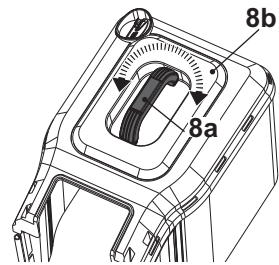

Fig. 6
2. A pega de transporte (8a) já está pré-montada na cobertura superior (8b) e a sua posição é rotativa para se adaptar ao uso pretendido (Fig. 6).
3. O coletor de relva (8) está pronto a ser utilizado.